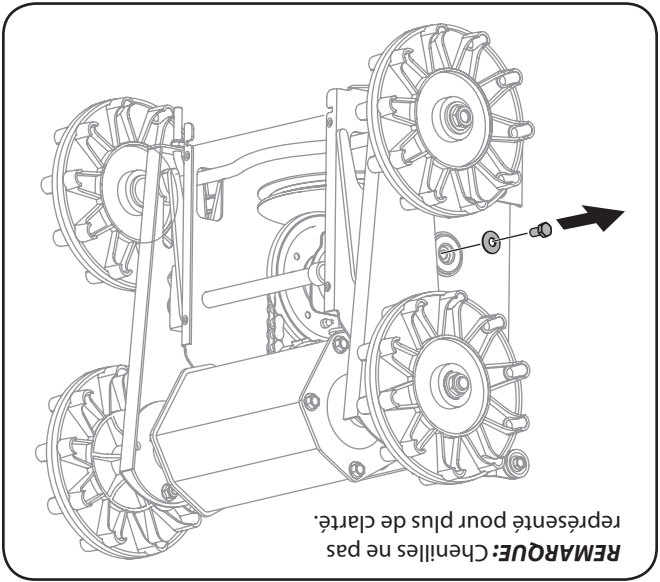

Figure 7-8
4. Tenez l'arbre avec une clé de 3/4 po et enlevez le boulon hex. et la rondelle Belleville, qui se trouvent sur l'extrémité gauche de l'arbre de transmission. Voir les Figures 7-8 et 7-9.